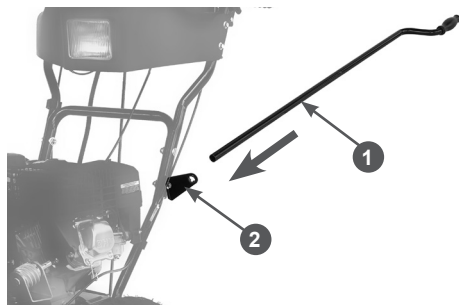

Рис. 23 Установка рычага управления поворотом жёлоба
- вставьте рычаг в опорный кронштейн 2 на стойке рукояток, как показано на Рис. 23;